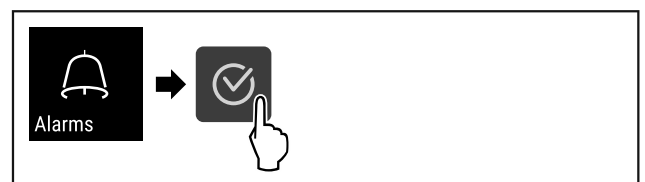

Fig. 107
- ▶ Udfør handlingstrinene (se Fig. 107).